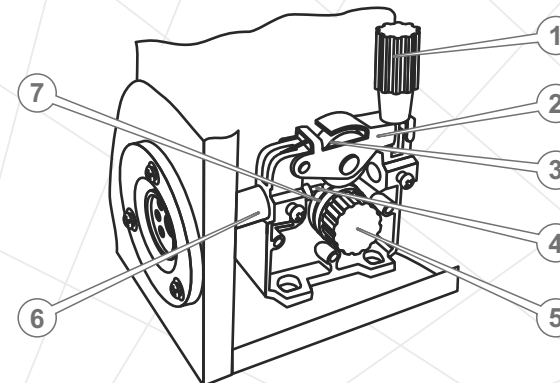

Рисунок 7
4. Заправьте сварочную проволоку в механизм подачи (см. рис. 7). Для этого:
- ослабьте регулируемый прижимной винт (1) и откиньте его в сторону;
- поднимите планку (2) с прижимным роликом (3) (см. рис. 7);
- вставьте сварочную проволоку в направляющую трубку (4) и продвиньте ее в приемное отверстие сварочного шланга (6) на 100-150 мм;
- снимите заглушку (5) с подающего ролика;
- уложите сварочную проволоку в канавку подающего ролика (7); на ролике имеются две канавки – под проволоку диаметром 0,6 и 0,8 мм (чтобы сменить положение подающего ролика, необходимо от руки отвинтить фиксирующий ролик винт, установить ролик нужной стороной и надежно от руки закрутить винт).
- опустите планку (2) с прижимным роликом (3) и прижмите ее прижимным винтом (1).